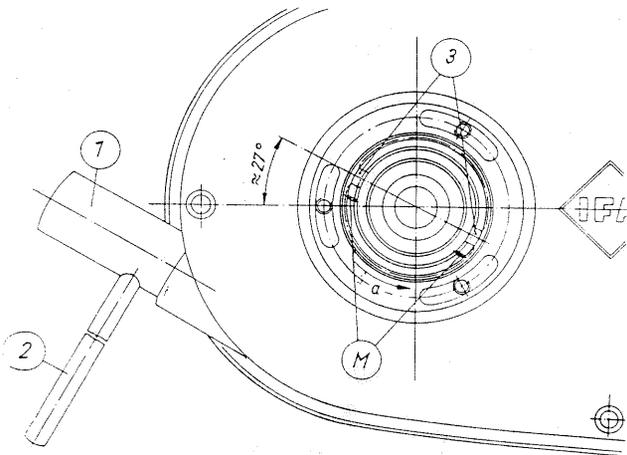

Fig. 281. Réglage grossier de l'embrayage
Faire glisser le coussinet (17) avec la crapaudine 6302 du vilebrequin (supporté par le circlip) dans le couvercle d'embrayage en partant de l'extérieur; les repérages (M), voir fig. 281, doivent être dirigés à l'angle de 27° vers la gauche, en haut ou bien vers la droite, en bas. Ensuite, faire entrer le levier de serrage (16) en le tournant par l'intérieur dans la vis sans fin filetée du coussinet jusqu'à ce qu'il y prenne appui et accrocher la vis de réglage (19).
Réglage grossier (figs. 281 ... 283)